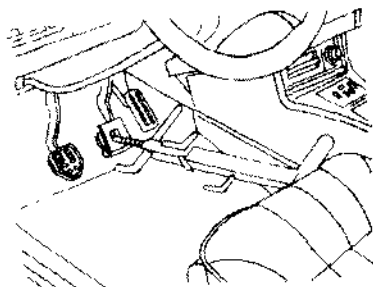
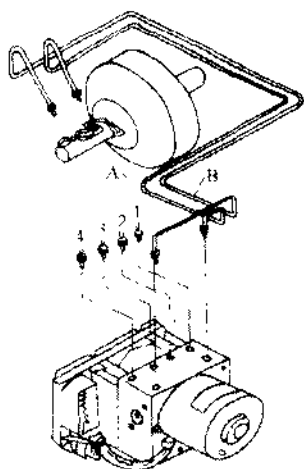
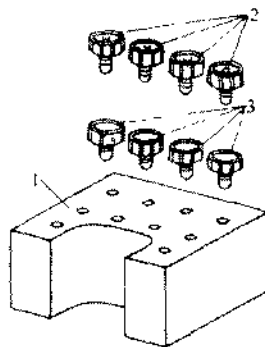

图 7.73 用踏板架固定制动踏板
图 7.74 拆下制动液管 A 和 B
图 7.75 管口密封塞
③ 踩下制动踏板, 并用制动踏板架定位, 如图 7.73 所示。
④ 在控制器下垫一块布, 用以吸收拆卸制动液管时流出的制动液。
⑤ 从制动压力调节器阀体上拆下制动液管 A 和 B, 如图 7.74 所示, 并记下记号, 立即用密封塞 (见图 7.75), 将调节器阀体上的管口塞住。用软铅丝把制动液管 A 和 B 扎在一起, 挂到高处, 使其管口高于储液器的液面。
⑥ 从制动压力调节器上拆下制动液管 1、2、3、4, 如图 7.74 所示, 并做上记号, 立即用密封塞将调节器阀体上的管口塞住。
⑦ 从支架上拆下控制器。